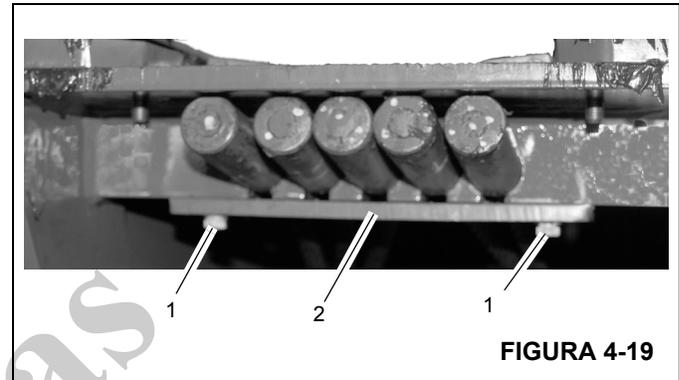

FIGURA 4-19
3. Remova os parafusos e as arruelas (1) que fixam a placa de retenção do cabo de extensão (2) na parte traseira da seção volante (Figura 4-19). Remova a placa de retenção e as cinco extremidades dos cabos de extensão das fendas na seção volante.